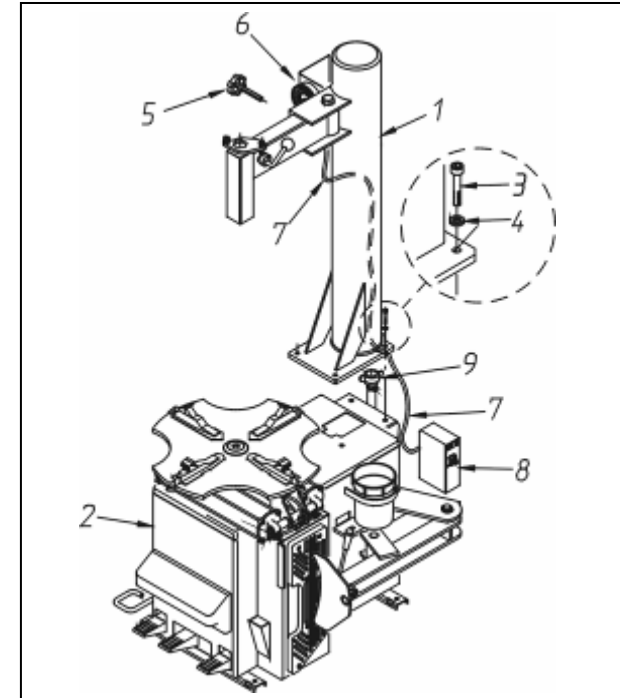

Fig. 4
- B.** Assemble the adjustment knob (#5 Fig.4) to the tower.
- C.** Bolt the column (#1 Fig.4) to the cabinet #2 with the four screws #3 and washers #4. Screws must be firmly tightened.
- D.** Firmly tighten the clamp #9 Fig.4.
- E.** Assemble the inflation gauge (#6 Fig.4) to the tower.
- F.** Attach the air hose (#7 Fig.4) to the inflation gauge.
- G.** Attach the air hoses (#7 Fig. 4) from the inflation gauge to the air control inflation device (#8 Fig.4).
- B.** Assembler la poignée de réglage (#5 Fig.4) à la potence.
- C.** Assembler la potence (#1 Fig.4) sur le bâti #2 avec les 4 vis #3 et les rondelles respectives #4. Les vis doivent être bien serrées.
- D.** Serrer la griffe #9 Fig.4
- E.** Assembler le manomètre de gonflage (#6 Fig4) à la potence.
- F.** Fixer le tuyau de l'air (#7 Fig.4) au manomètre de gonflage.
- G.** Fixer les tuyaux de l'air (#7 Fig. 4) de le manomètre de gonflage au dispositif de commande du gonflage (#8 Fig. 4).